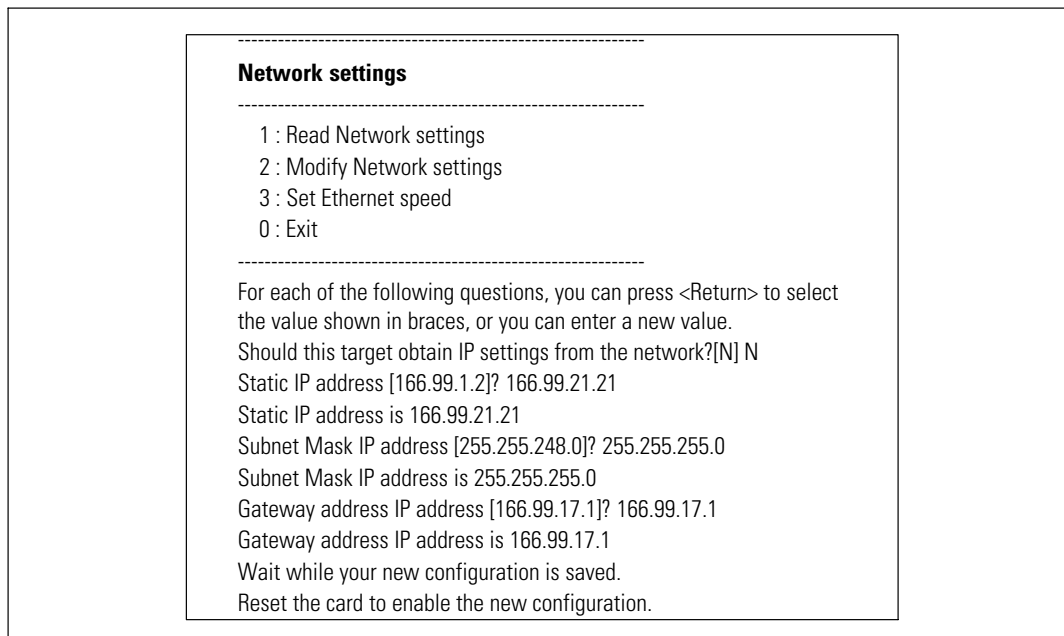

Рисунок 11. Изменение настроек сети
- 1 Из главного меню введите **2** и нажмите **Enter**. Введите **2** и нажмите **Enter** еще раз, чтобы изменить настройки сети. Отобразится меню сетевых настроек (см. Рисунок 11).